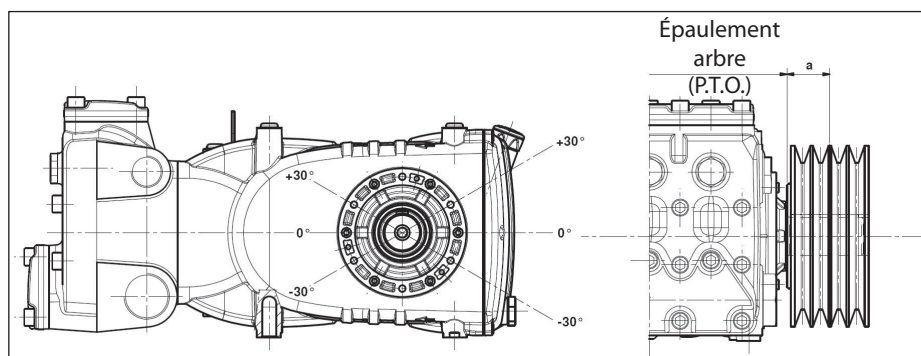

Fig. 10
La charge radiale sur l'arbre ne doit pas être supérieure à 7500 N (valeur nécessaire pour la définition du plan). La transmission est considérée appropriée si cette charge est appliquée à une distance maximum $a = 40 \text{ mm}$ de la butée de l'arbre (prise de force) comme décrit Fig. 10.
- b) Utiliser des courroies à haut rendement - par exemple **XPB** au lieu de **SPB** - car il sera nécessaire d'avoir une quantité inférieure de courroies en présence de la puissance transmise et, par conséquent une distance inférieure de la résultante par rapport à la butée de l'arbre (prise de force) « a » de Fig. 10.